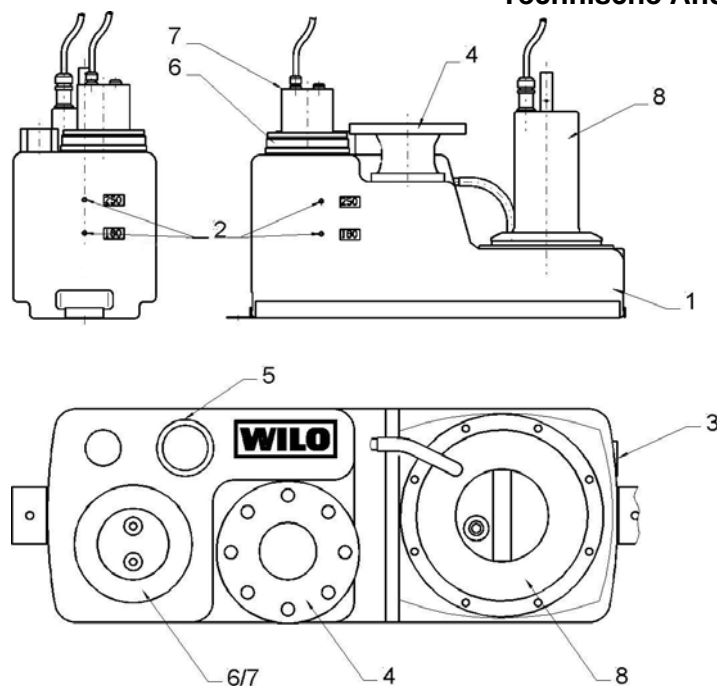

Bild 1
4.1 Beschreibung der Anlage (Bild 1)
- Der **DN70-Anschluss**stutzen für die Entlüftungsleitung befindet sich oberhalb des Behälters (siehe Bild 1). Dieser ist werksseitig offen und mit einem „Konfix“-Verbindungselement an dem Behälter befestigt. Für einen Anschluss an die Entlüftungsleitung ist der Konfix-Verbinder durch Aufreissen an der Lasche zu öffnen. Das Entlüftungsrohr muss lediglich aufgesteckt werden. Die Entlüftungsleitung ist nach EN 12056-4 vorgeschrieben und für die Funktion der Anlage zwingend erforderlich!